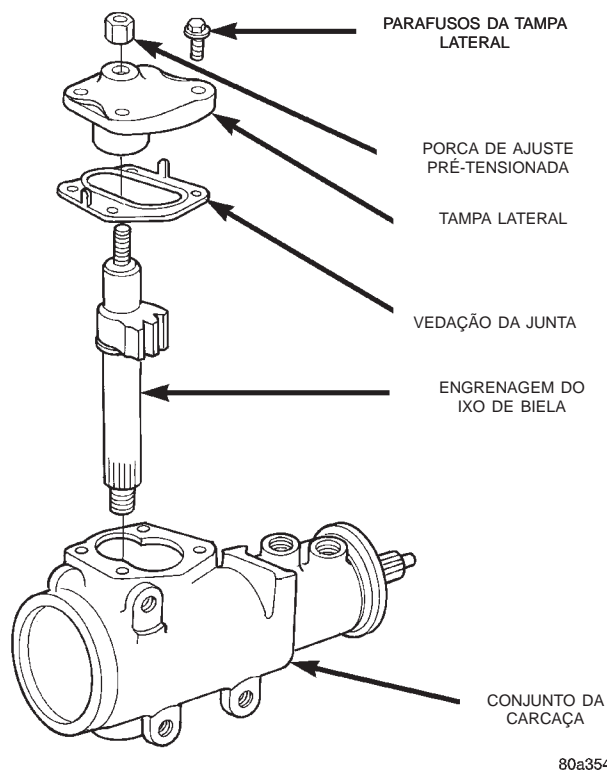

Fig. 6 Tampa Lateral e Eixo de Biela
(1) Limpe a extremidade exposta do eixo de biela e a carcaça com uma escova metálica.
(2) Remova a porca de ajuste pré-tensionada (Fig. 6).
(3) Gire o munhão do eixo com uma chave soquete de 12 pontos de batente a batente e conte o número de voltas.
(4) Centralize o munhão do eixo girando-o de um batente até a metade das voltas totais.
(5) Remova os parafusos da tampa lateral e a tampa lateral, a junta e o eixo de biela como um todo (Fig. 6).
(1) Instale o rolamento do eixo de biela na carcaça com uma válvula excitadora de mancais e um cabo.
(2) Cubra a vedação do óleo e a arruela com graxa.
(3) Instale a vedação do óleo com a válvula excitadora e um cabo.
(4) Instale a arruela de encosto.
(5) Instale o anel retentor com o alicate para anéis de pressão.
(6) Instale a vedação anti-pó com a válvula excitadora e um cabo.
(7) Instale o eixo de biela na tampa lateral rosqueando-o até que esteja completamente assentado na tampa.
(8) Instale a porca de ajuste pre-tensionada. **Não aperte a porca até que tenha sido feito o ajuste do Torque de Rotação no Centro.**
(9) Instale a junta na tampa lateral e dobre as abas salientes sobre os cantos da tampa lateral (Fig. 6).
(10) Instale o conjunto eixo de biela e a tampa lateral na carcaça.
(11) Instale os parafusos da tampa e aperte-os com um torque de 60 N·m (44 pés-lb.).
(12) Ajuste o Torque de Rotação no Centro.